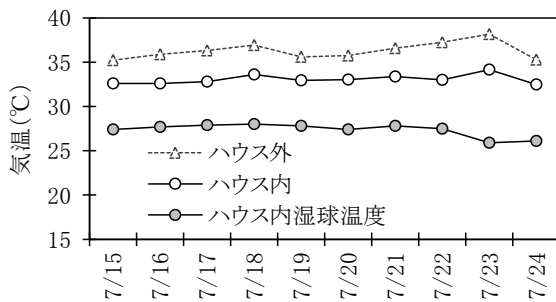

図3 細霧冷房が日中の平均気温に及ぼす影響
2. ハウス中心部では、日中（10:00～15:00）の平均気温を外気温より 3～4℃低く維持できた（図 3）。このとき、防虫ネット付近では、湿球温度まで気温が低下するため、ハウス内は、ハウス中心部の温度と湿球温度との差である 5～8℃の温度勾配が推定された。